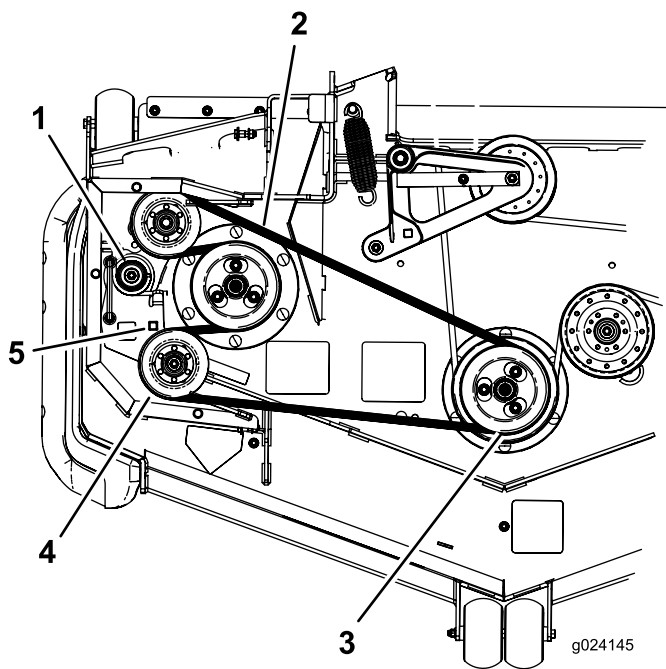

Figure 77
7. Insérez un rochet dans le trou carré du bras de la poulie de tension pour détendre le ressort de la poulie de tension (Figure 77).
8. Enlevez la courroie de la poulie du tablier de coupe (Figure 77).
9. Enlevez la courroie des poulies restantes (Figure 77).
10. Insérez le rochet dans le trou carré pour chausser la courroie sur les poulies du tablier de coupe et les poulies de tension (Figure 77).